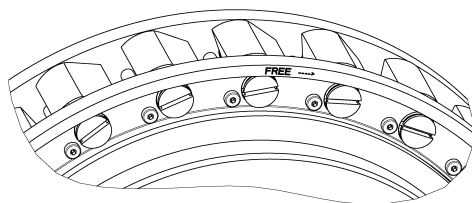

Abb. 5: Klemmkörper in „Eingriff“
- Innenring (2) inklusive Käfig (8) aus dem Außenring (1) heben, dazu ggf. geeignete Hebemittel an Hebegewinde des Innenringes anbringen.
- Innenring inklusive Käfig (8) mit FREE nach UNTEN auf Montagetisch ablegen.
- die Klemmkörper des Freilaufkäfigs mit einer Montagehilfe (O-Ring/ Kabelbinder) in Abhebestellung fixieren (siehe Abb. 5 und 6).
- die Klemmkörper des Freilaufkäfigs mit einem O-Ring/ Kabelbinder als Montagehilfe in Abhebestellung fixieren (siehe Abbildung 5 und 6).
- Innenring (2) mit Käfig (8) in Außenring (1) einsetzen, bis die Hälfte des Klemmkörpers verdeckt wird.